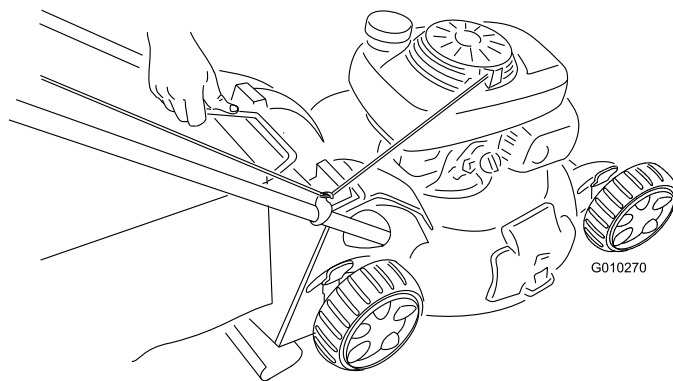

Figure 35
2. Soulevez le bac à herbe par la poignée pour le dégager des rainures en haut de la tondeuse, ce qui permettra de le retirer (Figure 35).